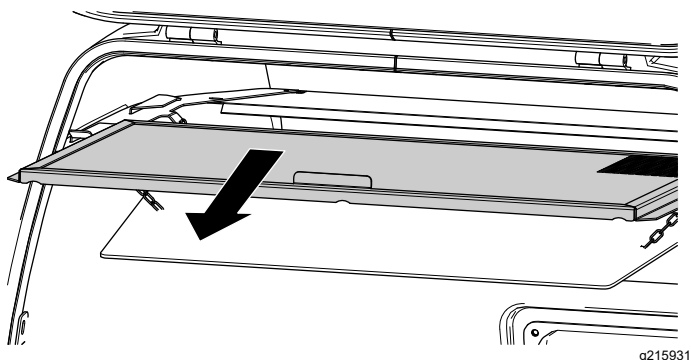

Figura 139
3. Remova o filtro da tremonha e limpe-o (Figura 139).